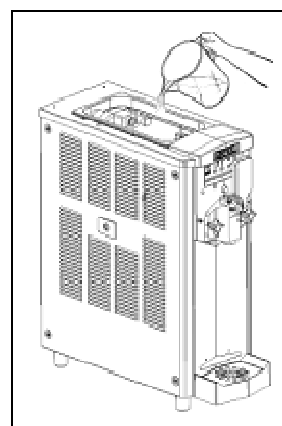

Fig. 4
- **U**na volta svuotata completamente la macchina, riempire la vasca superiore con acqua calda (fig.4) ed attendere alcuni minuti.